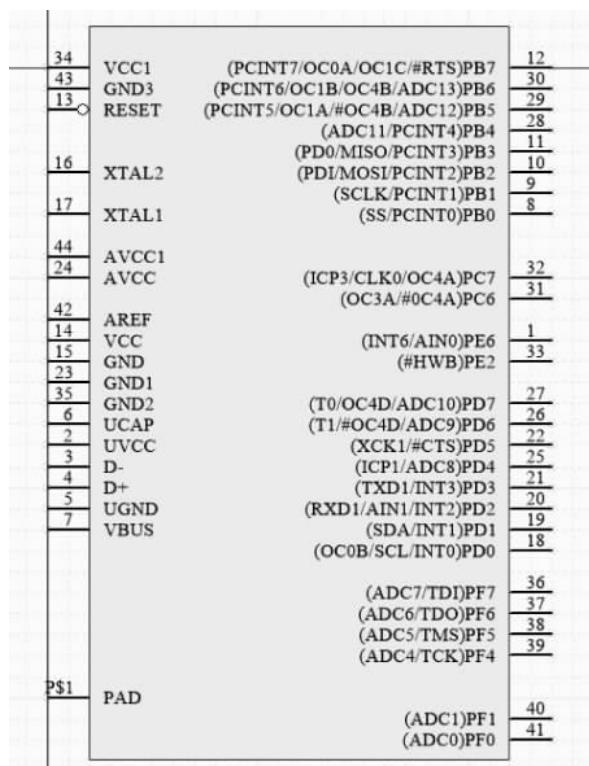

图 3-19 绘制好的 ATMEGA32U4 元件符号
(5) 按照同样的操作，或者使用阵列粘贴功能，完成其余管脚的放置，并设置好相应的属性，完成 ATMEGA32U4 元件符号的绘制，如图 3-19 所示。